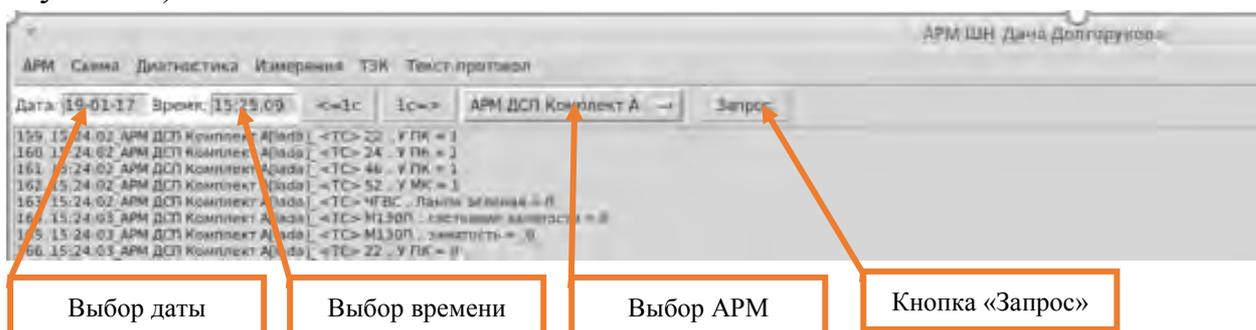

Рисунок 18. Выбор АРМ, даты и времени.
7.3.2. Выбрать комплект АРМ (Рисунок 18), в полях «Дата» и «Время» указать интересующий момент времени, нажать кнопку «Запрос» (Рисунок 18).